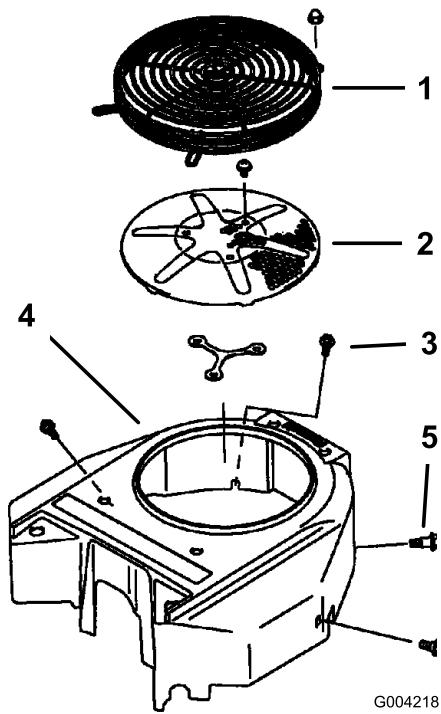

図 54
毎回、運転前に、エンジンスクリーンやその附近に刈りかすやごみがたまっていたら取り除いてください。これにより、十分な冷却効果と適正なエンジン回転数が確保でき、エンジンのオーバーヒートや損傷の発生を抑えることができます（図 54）。
3. 吸気スクリーンとリコイルスタータ、ファンハウジングを取り外す（図 54）。
5. 吸気スクリーン、スタータ、ファン・ハウジングを取り付ける（図 54）。